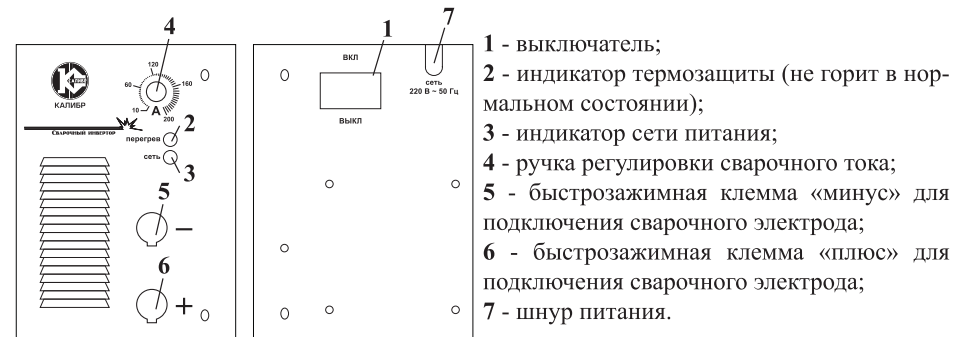

рис. 1
Общий вид инвертора схематично представлен на рис. 1:
7.4 Ток сварки регулируется с помощью ручки 4 (рис. 1).